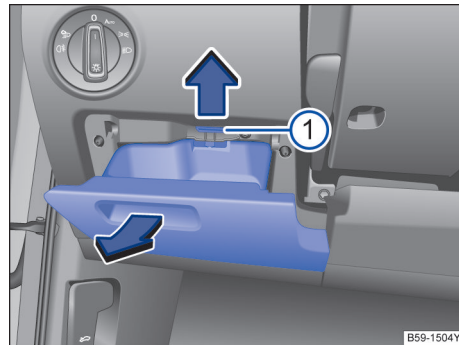

图 199 保险丝盒盖板
- 打开驾驶员侧储物箱→图 199。
- 沿箭头方向向上按压定位凸缘 ①，同时将储物箱进一步打开并取下，直至可够到保险丝座。